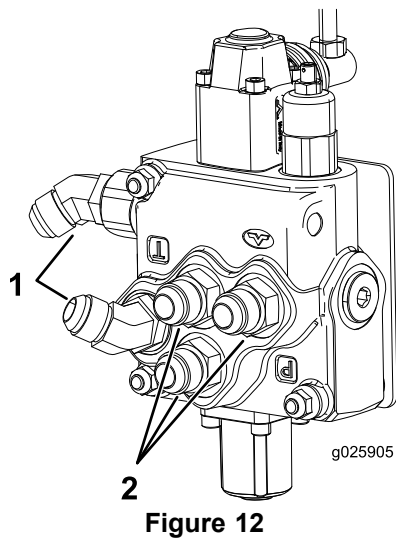

Figure 12
2. Fixez les raccords au distributeur comme montré à la Figure 12 et serrez-les à un couple de 104 à 127 Nm (77 à 94 pi-lb).